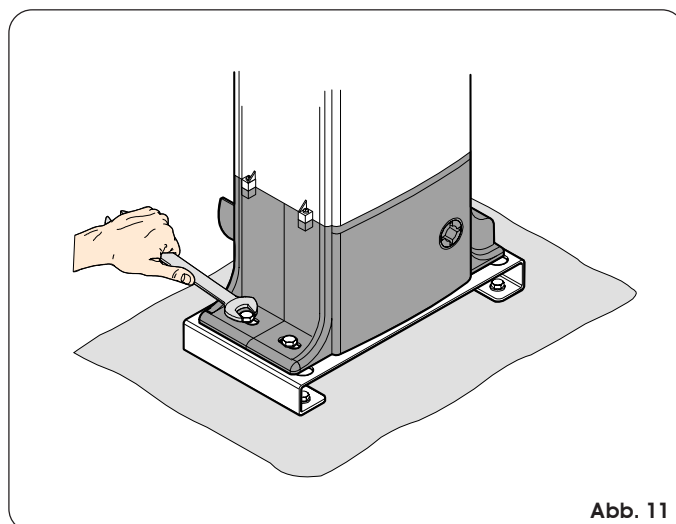

Abb. 11
- Die Schrauben einschrauben, ohne sie anzuziehen (wie in der Abb. 11 gezeigt), um den Antrieb provisorisch zu befestigen.